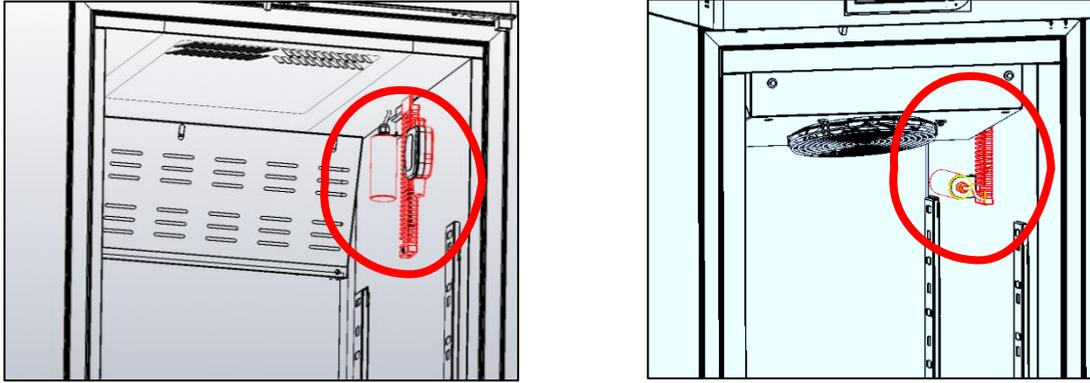

Figure 13– position sondes
- ✓ Ne pas placer de matériel au contact ou à proximité des sondes de température (figure 13).